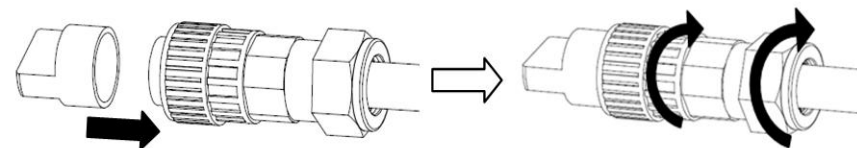

Figura 5.23 Installazione del terminale CA
B) Agganciare l'attacco di plastica (fissaggio ausiliario) nell'elemento presa, serrare l'adattatore nell'elemento presa, quindi serrare il dado orientabile con una coppia di 3-4 Nm (come illustrato in figura 5.23).